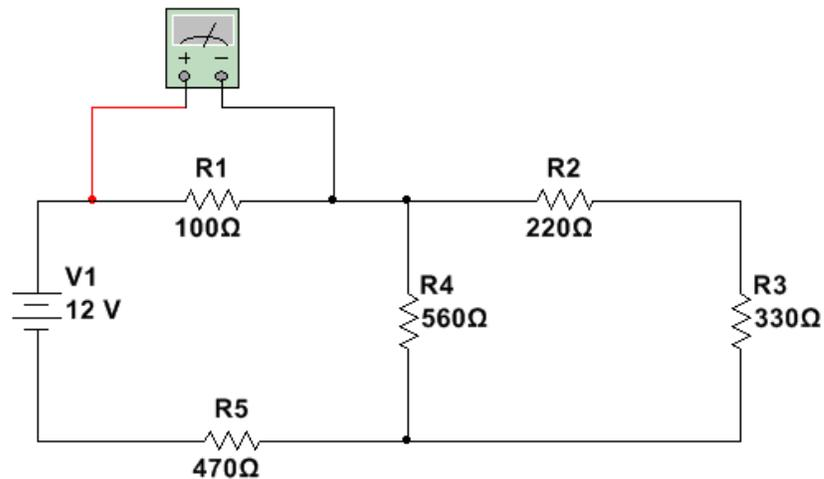

Figura 1.13. Ejemplo para medir el voltaje en el resistor R1
3. Encienda la fuente de alimentación, polarice a 12 V, mida el voltaje en los resistores, **asegúrese de colocar la perilla del multímetro en voltaje de directa, y tener las puntas conectadas al multímetro en la terminal correcta; recuerde que el voltaje se mide en paralelo respecto al dispositivo.** En la figura 1.13 se da un ejemplo para medir el voltaje en el resistor 1.